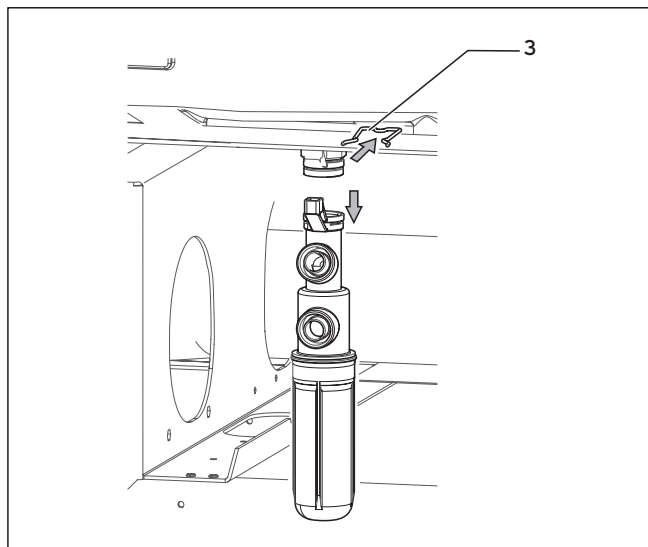

Fig. 8.3 Scoaterea etrierului
- Scoateți etrierul (3, Fig. 8.3) prin tragere.